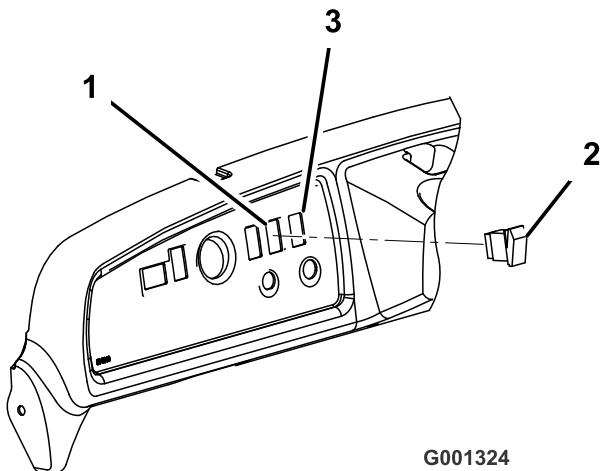

Figure 6
- Enlevez l'obturateur dans le tableau de bord, sur la droite de la colonne de direction et au-dessus du commutateur à clé (Figure 6).
5. Appuyez sur la palette supérieure de la commande de relevage du plateau pour déployer l'actionneur (Figure 6).
6. Amenez la palette supérieure à la position 12 heures et insérez la commande de relevage de plateau dans l'ouverture du tableau de bord (Figure 6).